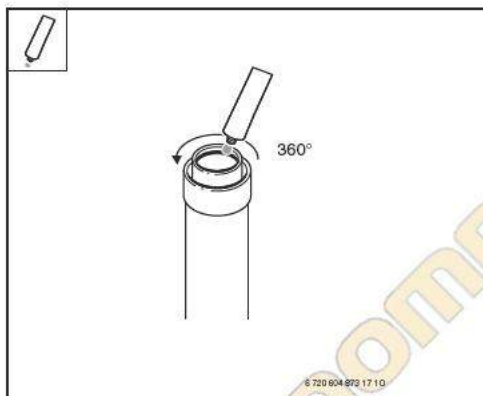

Рис. 29
► Слегка смажьте сторону дымохода не содержащей растворителя смазкой (например, вазелином) (Рис. 29 ).